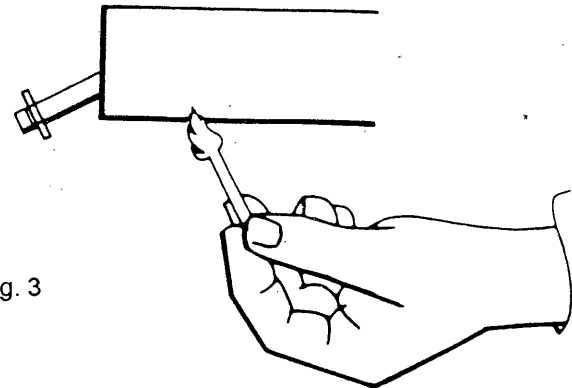

Fig. 3
- Gratter une allumette et la placer sous la spire visible à travers l'enveloppe de protection (Fig. 3).